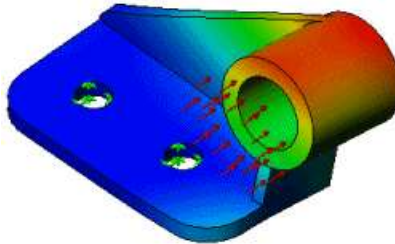

Рисунок 2.7 – Переміщення моделі
- Двічі клацніть «Перемещение (-Расположение результата-)» для відображення епюри (рис. 2.7).